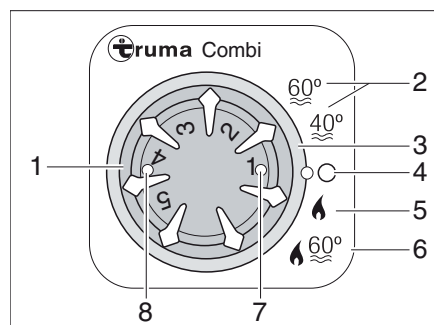

Fig. 113 Unité de commande pour chauffage/chauffe-eau
- Régler le mode de fonctionnement avec l'interrupteur rotatif (Fig. 113,3).
Le chauffage règle le degré d'allumage automatiquement en fonction du niveau de chauffage réglé. En mode de fonctionnement "Chauffage et chauffe-eau" (Fig. 113,6), l'eau du chauffe-eau est également chauffée. Le chauffage peut être exploité avec un chauffe-eau vide dans le mode de fonctionnement "Chauffage sans chauffe-eau" (Fig. 113,5).
- Régler le bouton tournant de température (Fig. 113,1) de l'unité de commande sur le niveau de chauffage désiré.
- Régler l'interrupteur rotatif (Fig. 113,3) sur régime hiver "Chauffage sans chauffe-eau" (Fig. 113,5) ou sur régime hiver "Chauffage et chauffe-eau" (Fig. 113,6).
Le voyant de contrôle vert (Fig. 113,7) s'allume.
- Régler l'interrupteur tournant (Fig. 113,3) sur "O" (Fig. 113,4).